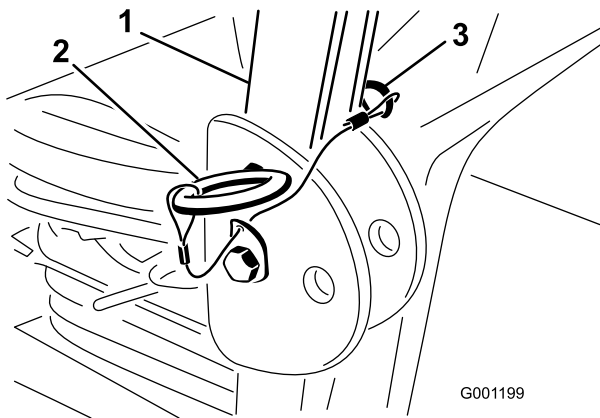

Figura 8
2. Con il roll bar in posizione sollevata, rimuovete le coppiglie e le 2 spine (Figura 8).